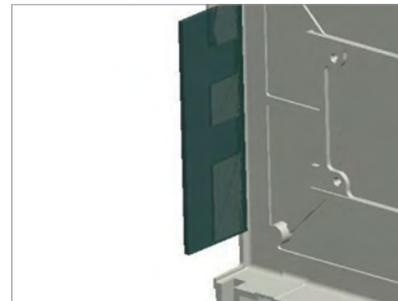

Рис. 3.6
- для надёжного крепления заклепками пластина должна плотно прилегать к задней стенке крышки с напуском не менее 15 мм (рис. 3.6).